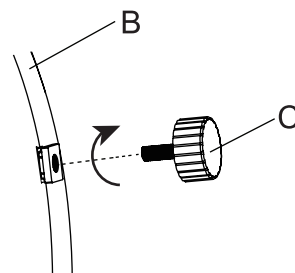

Figure 1
1. Med hjelp fra en annen person, plasser ildstedet (B) forsiktig på en flat, ikke-slipende overflate for å unngå riper. Sjekk de fire hjørnene på undersiden, juster glideføttene (C) med skruerullene og skru med klokken (se Figure 1).